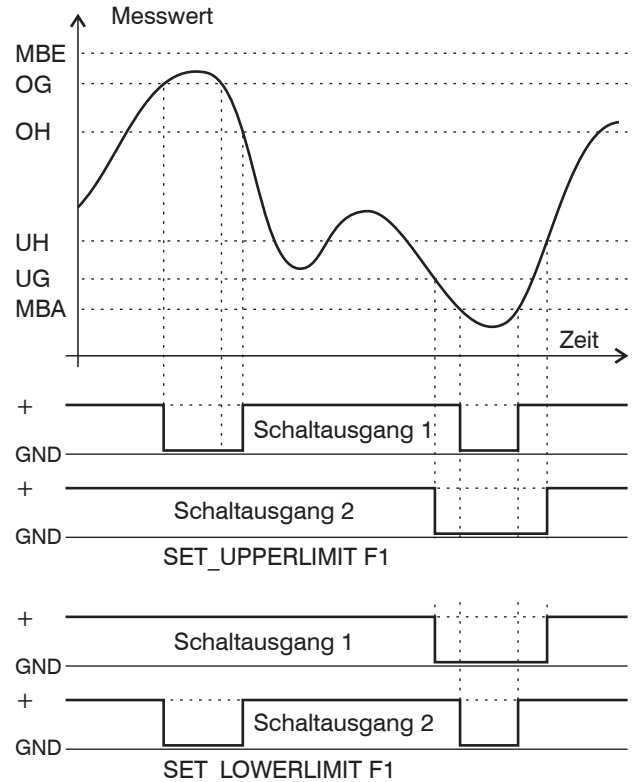

Abb. 18: Signalverlauf der Schaltausgänge in der Betriebsart „Sync switch“ und „Trigger switch“
Im Switch-Mode werden beide Schaltausgänge als Grenzwertschalter verwendet, siehe Abb. 18. Die Programmierung der einzelnen Schwellwerte ist über die digitale Programmierschnittstelle möglich (siehe Kap. 8.5.7, 8.5.8).
Beim Überschreiten des oberen Grenzwertes wird der zugeordnete Schaltausgang 1 aktiviert (leitend), bei der nachfolgenden Unterschreitung des oberen Hysteresewertes wieder deaktiviert. Analoges gilt für das Unterschreiten des unteren Grenzwertes und Schaltausgang 2 (siehe Abb. 18).
- das Messobjekt außerhalb des Messbereiches liegt, siehe Abb. 18,